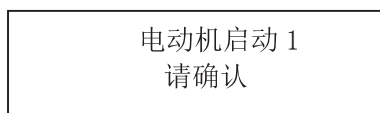

图 6-1
- ⇒ 在循环菜单下，按“启动 I /<”键，如图 6-1。
- ⇒ 在主循环菜单下，按“启动 I /<”键，如图 6-1。